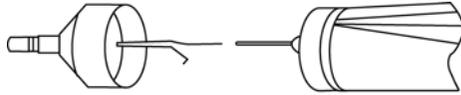

Abbildung 5: Entfernen des Sondendrahts.
1. Entfernen Sie diesen Draht vorsichtig aus dem Metallröhrchen (Abbildung 5). Dies zieht allen Ohrenschmalz aus dem Metallröhrchen.